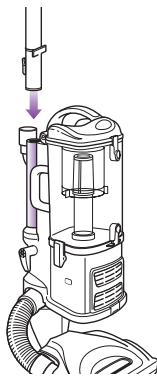

Fig. 9
- 3 Fixez l'extrémité du tube-rallonge au tube à l'arrière du corps de l'aspirateur *Lift-Away^{MD}* jusqu'à ce qu'il soit bien enclenché. (Fig. 9)